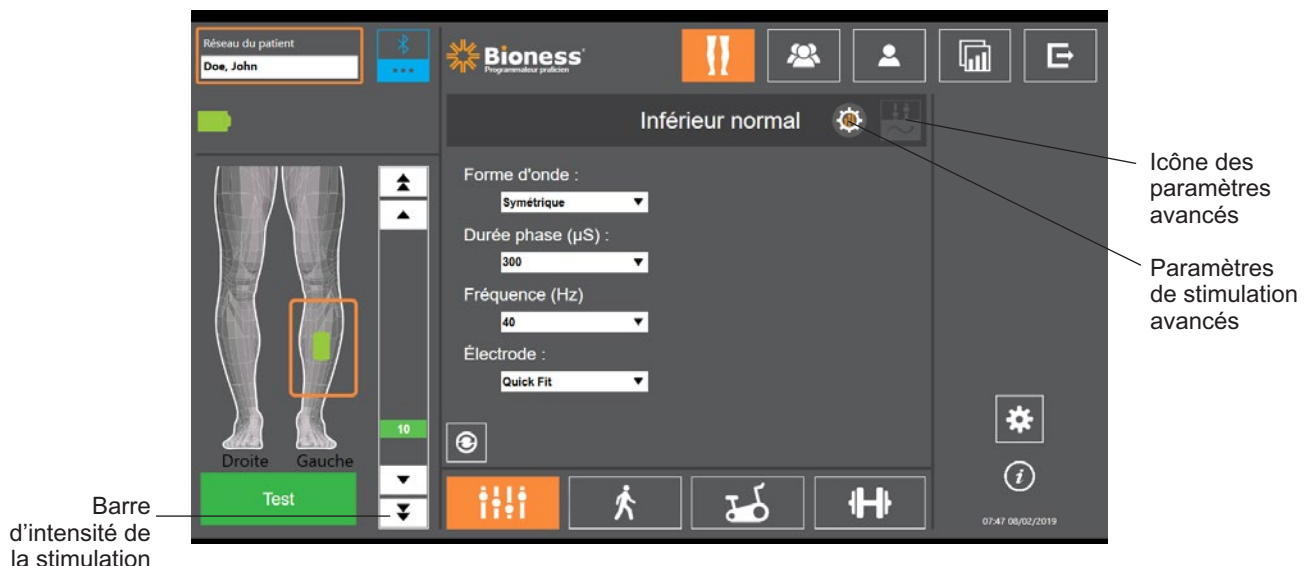
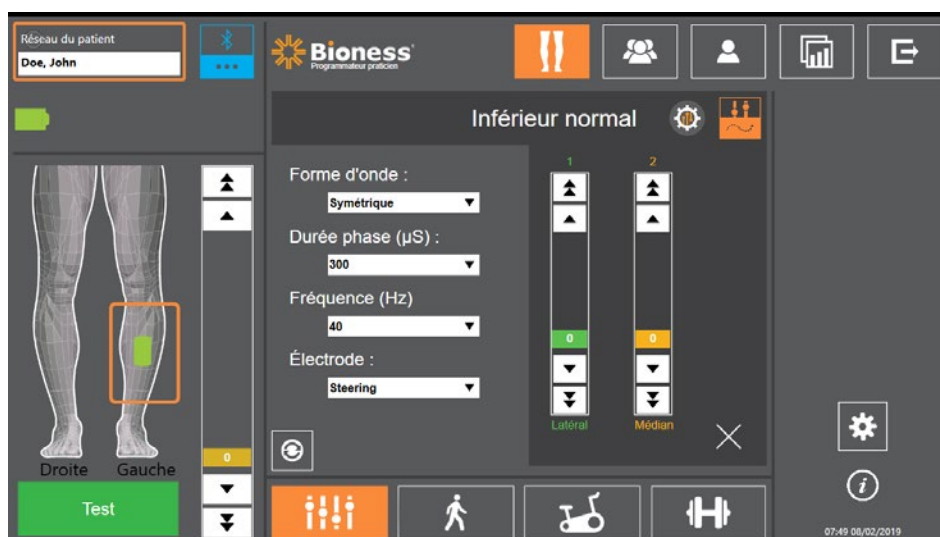

Figure 9-3 : Programmation de la stimulation, écran des paramètres
Figure 9-5 : Programmation de la stimulation, écran des paramètres avec fenêtre des paramètres avancés
3. L'écran désigne les EPG connectés par une icône verte sur le schéma sur la gauche de l'écran des paramètres. Reportez-vous à la figure 9-3.
6. Chez les nouveaux patients, vérifiez que le niveau d'intensité de la stimulation est réglé sur 0. Reportez-vous à la figure 9-3.
- Dans l'écran des paramètres, appuyez sur l'icône des paramètres de stimulation avancés pour ouvrir la fenêtre correspondante. Reportez-vous aux figures 9-3 et 9-4.
Si le patient utilise l'électrode directionnelle, vérifiez que l'option correspondante est sélectionnée dans le menu déroulant Électrode afin d'activer l'icône des paramètres avancés. Appuyez sur l'icône des paramètres avancés pour ouvrir la fenêtre correspondante. Reportez-vous à la figure 9-3. Le médecin peut alors ajuster l'intensité de la stimulation médiane et latérale sur l'EPG pour jambe. Reportez-vous à la figure 9-5.